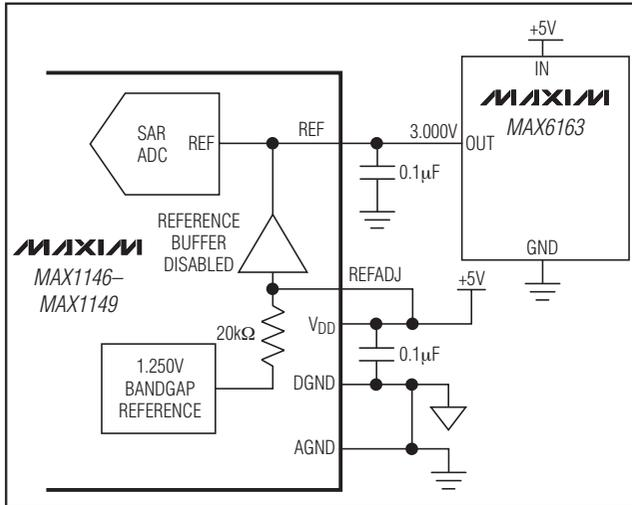

図12. REFに印加された外部リファレンス
- 1) REFADJをVDDに接続して内部リファレンスバッファをディセーブルとし、外部リファレンスをREFに印加する(図12)。